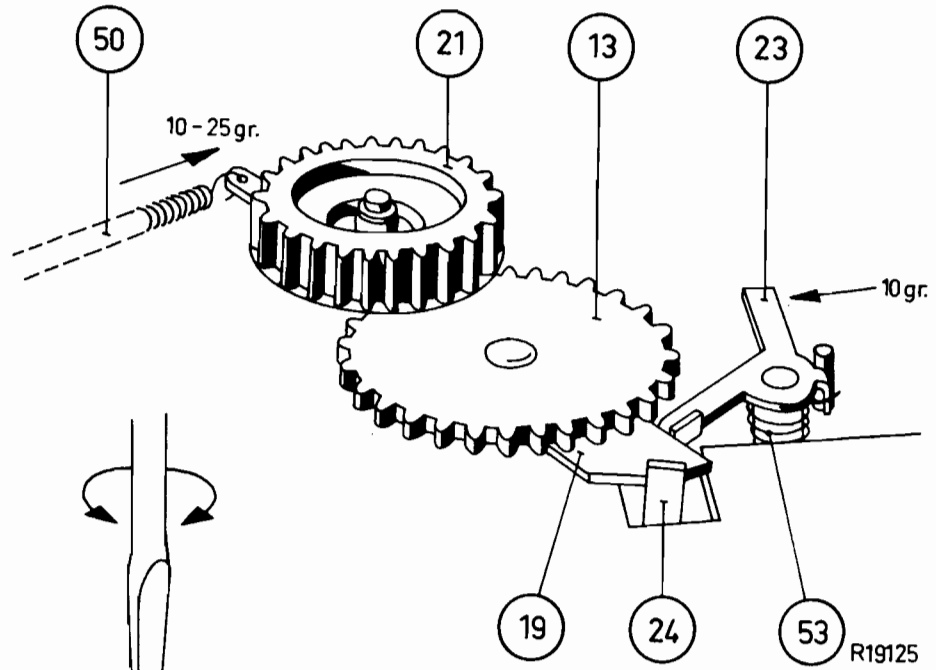

Fig.9
4. De trekveer aan tandwielbeugel 19 moet een voorspanning hebben van 10 tot 25 gr., gemeten bij de aanslag (zie fig. 9).